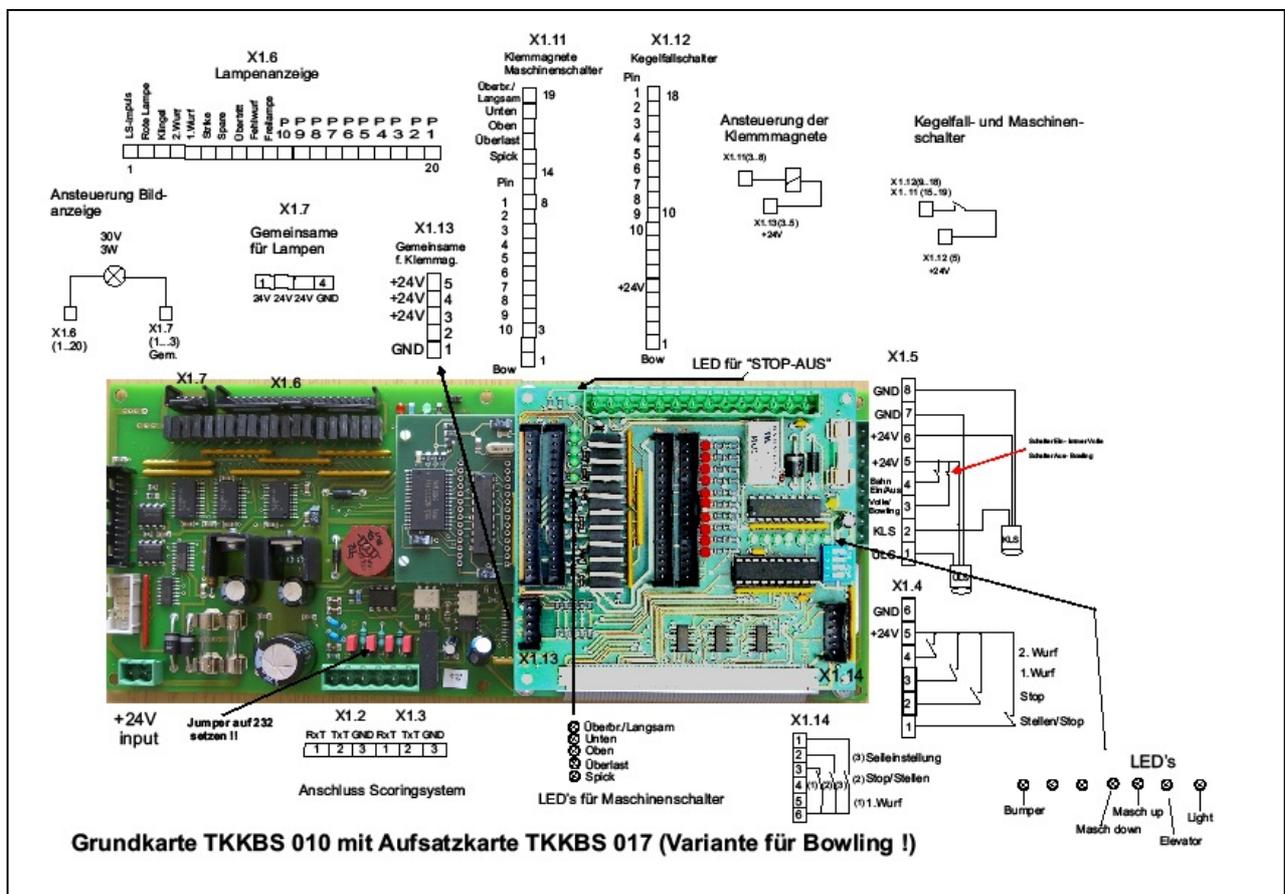

Fig 9
Le câblage de la connexion du moteur est «STAR». Dans la boîte de contrôle connecter l'alimentation à la broche X2 Fig 9
Il ya quelques cavaliers qui en position ouverte permettent une connexion à travers le RS232, lorsque Il sont en position FERME par RS485. La figure 9
La position des commutateurs DIP doit être comme suit: 1 ON - 2 ON - 3 ON - 4 OFF (Fig. 9)
Branchez le câble d'alimentation du moteur Ascenseur sur le terminal X4 dans la boîte de commande de la machine paire (figure 9)
Pour connecter le Black Light et passer automatiquement de la lumière Blanche à Noire (neon), raccorder les fils 1, 2 et 3 du Bitcable 83 à X.3 dans BOX de contrôle, la prise molex 16 broches à la Bitlane et la prise 4 broches à la lumière (fig. 9)
Connectez l'interrupteur marche / arrêt à la boîte de commande X1.5 bornes 4 et 5 (NO) Fig. 9
Connecter l'interrupteur d'arrêt de l'appareil situé à l'avant de la machine à la boîte de commande (box) aux bornes X5 3 et 4 (figure 9)
Branchez le câble aux prises X18 et X6 sur les fentes situées sur la gauche (figure 9)
Pour régler la longueur des cordes des Quilles, il est possible de lever les quilles manuellement. Sur le mur extérieur gauche de la boîte de contrôle, il y a un interrupteur (2 positions) connecté à X1.14 bornes 1 et 6. La figure 9 à 11